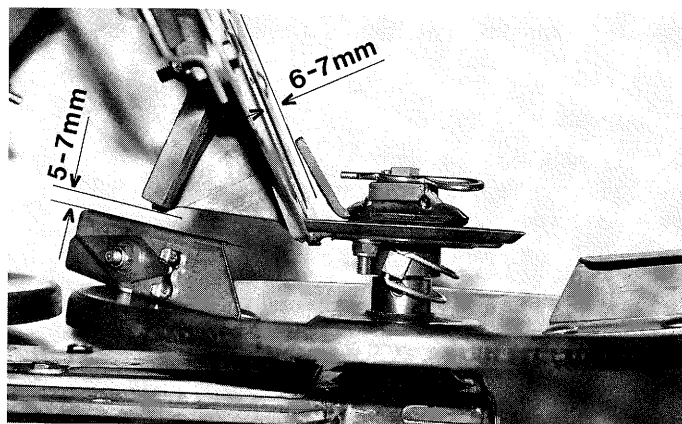
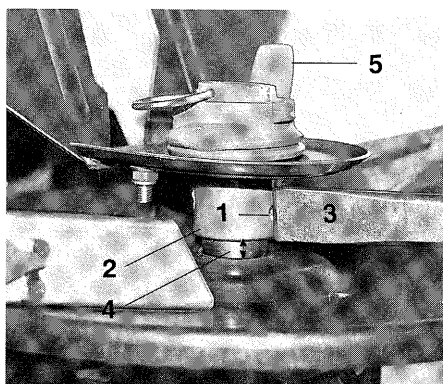

Fig. 9.4
Fig. 9.9
6. Controleer regelmatig de afstand zoals in fig. 9.4:
- Bij het inbouwen van de roerkoppen beslist op de draairichting letten. De roervingers zijn met een speciale slijtvaste opgelegde las (fig.9.9/5) uitgevoerd. Deze moet in de draairichting gezien, steeds voorliggen. Verder moet de roervinger aan de kunstmest uitvoer opening een afstand van 6 tot 7 mm. tot het trechter middendeel hebben (zie fig.9.4) en de roerkop mag niet over de trechterbodem slepen.